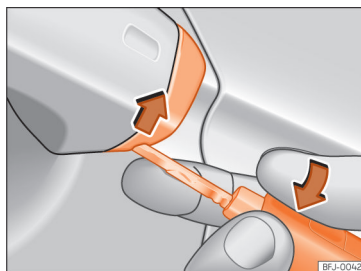

Abb. 102 Fahrertürgriff: Abdeckkappe abhebeln.
- Den Schlüsselbart am Fahrertürgriff in die untere Öffnung der Abdeckkappe stecken » Abb. 102 und die Abdeckkappe von unten nach oben anheben.